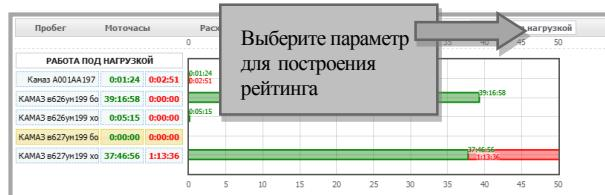

Рисунок 91
**Рейтинг по работе группы ТС под нагрузкой** (Рисунок 91)